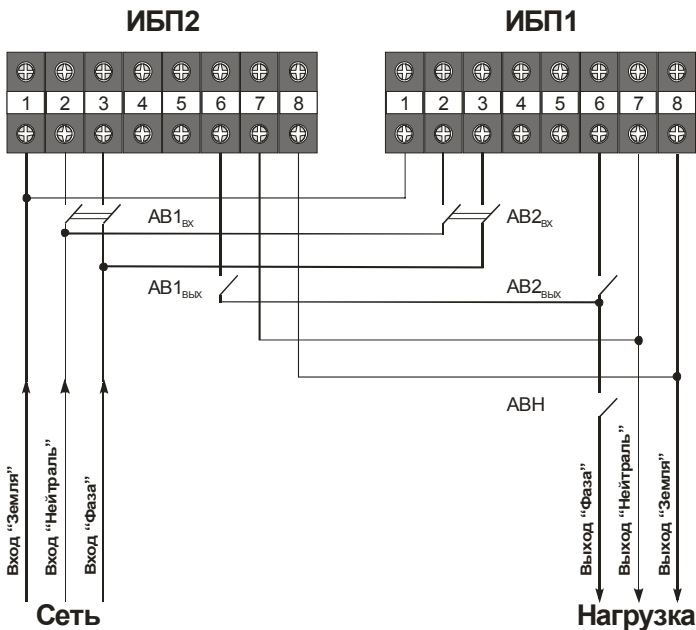

Рис.6 Схема подключения вход/выход ИБП при параллельной работе
- подключить блоки к сети и нагрузке в соответствии рис.6, обеспечив установку входных (АВ ВХ) и выходных (АВ ВЫХ) автоматических выключателей (автоматов защиты) для оперативного отключения каждого ИБП при работе в параллельном режиме.